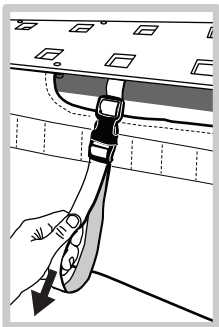

図 13
8. フラップの前面がデッキにほぼ接触するように、ウェビングの端を閉めます(図13、14)